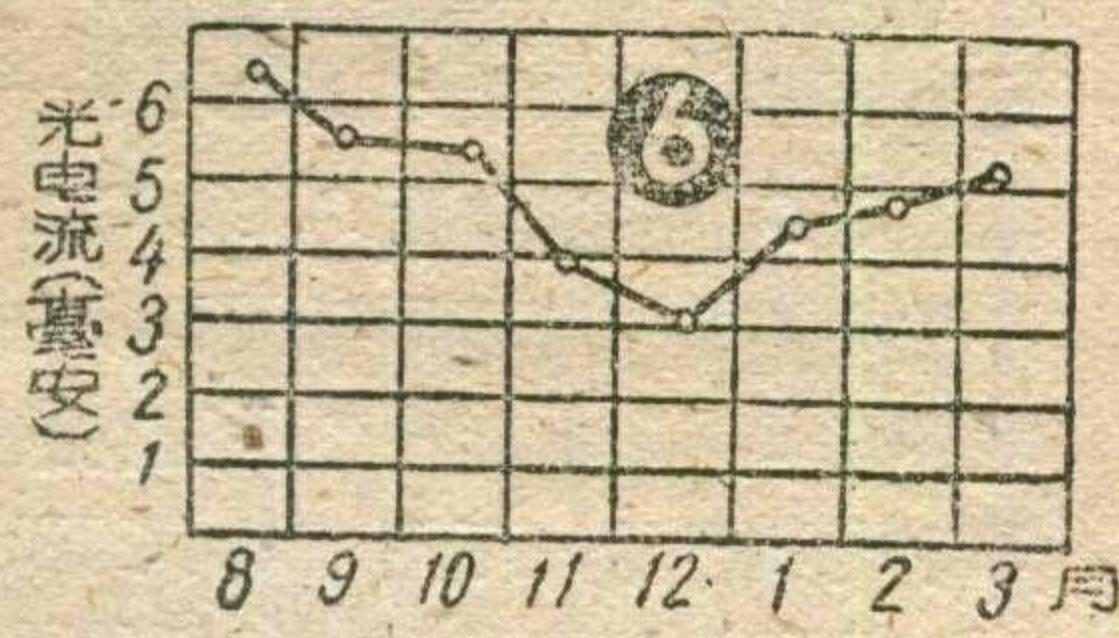

图5 光电流按小时的分布曲线
5. 光电流和气候的关系 太阳照射的强度是每天每小时不同的，因此，阳光电池的光电流随气候和时间而变化。图5